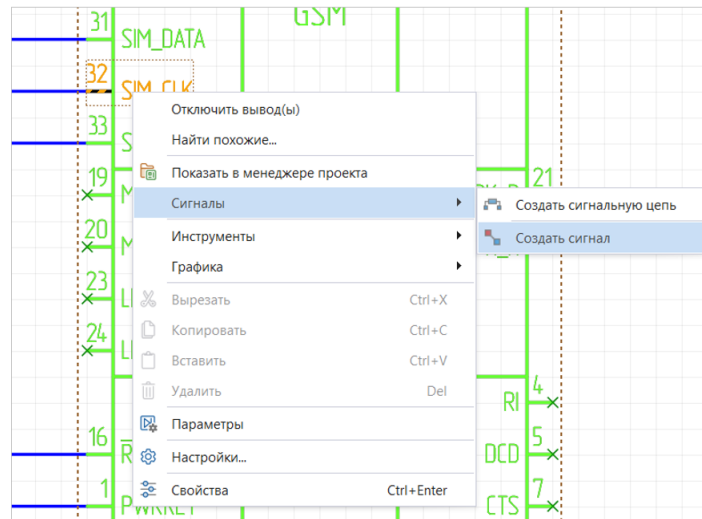

Рис. 134 Переход к созданию сигнала
2. Из контекстного меню выбрать «Сигналы» → «Создать сигнал», см. Рис. 134.
**Примечание!** Для создания новой сигнальной цепи на электрической схеме воспользуйтесь командой контекстного меню «Сигналы» → «Создать сигнальную цепь» для выбранного проводника/контакта, см. Рис. 134.